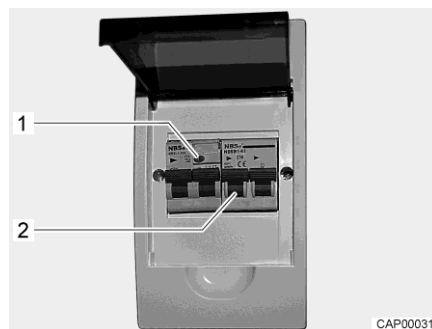

Bild 74 230 V-säkringslåda med ledningsskyddsbrytare och FI-brytare
En jordfelsbrytare (FI-brytare) i säkringslådan skyddar hela fordonet mot läckström (0,03 A). Den efterkopplade ledningsskyddsbrytaren (10 A) (Bild 74,2) säkrar 230 V-nätet.
- När fordonet är anslutet till 230 V-försörjningen: Tryck på kontrollknappen (Bild 74,1). Jordfelsbrytaren måste lösa ut.